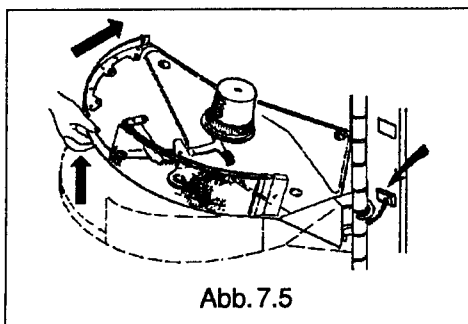

Abb. 7.5
3. Den Stecker der Trommel/des Schwenkarms aus der Molex-Leiste ziehen, Trommel/Schwenkarm von der Schwenkarmsäule entfernen und den Blindstecker einsetzen, vgl. Abb. 7.5.